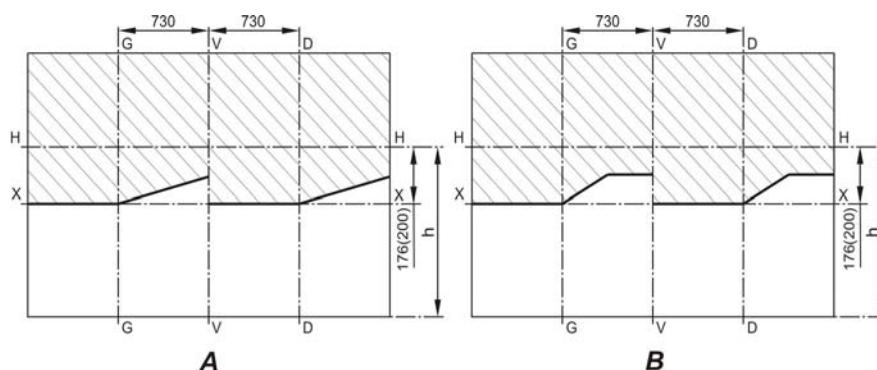

Рис. 8.8. Разметка экрана для регулировки фар:
- установить ненагруженный автомобиль на ровную горизонтальную площадку на расстоянии 10 м от экрана (рис. 8.8);
У отрегулированных фар горизонтальный участок светотеневой границы должен совместиться с линией X—X (рис. 8.8А, 8.8В), наклонные участки светотеневой границы должны соответствовать рис. 8.8А (с маркировкой на рассеивателе «AL») и рис. 8.8В (с маркировкой на рассеивателе «ОСВАР»), а точки пересечения горизонтального и наклонного участков светотеневой границы – с линиями G—G и D—D.